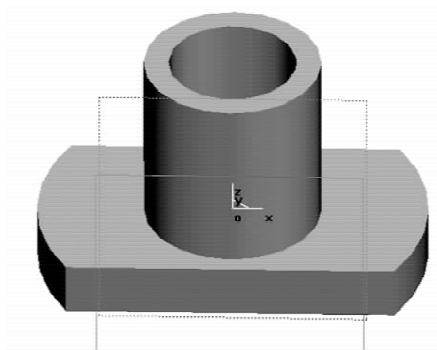

图 6-11 建立基准面
9. 单击“构造基准面”图标，选择“用等距平面确定基准平面”的方法，以特征树中的“平面 XZ”为等距平面，输入距离为 38，勾选“向相反方向”，见图 6-11 所示。